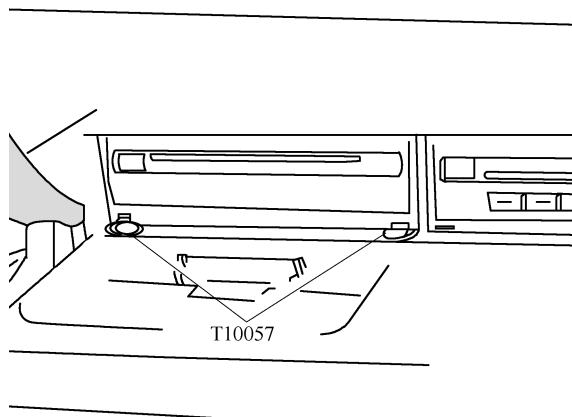

图 10-3-11 用收音机松脱工具 T10057
(3) 如图 10-3-11 所示，把收音机松脱工具 T10057 的两只夹子插到带 CD 光盘驱动器的导航系统控制单元 J401 的前侧，从安装框架中拉出带 CD 光盘驱动器的导航系统控制单元 J401，按压控制单元一